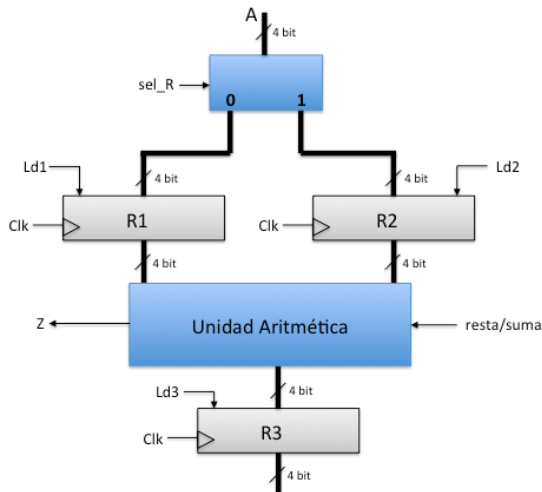

Figura 1
Ejercicio 2. Parcial 2016-17 (Proyecto Ejercicio2.circ) Se dispone de un sistema como el de la figura 1, implementado en el fichero Ejercicio2.circ. Dicho circuito tiene una entrada de datos (A) de 4 bits, por donde puede recibir un dato en cada ciclo de reloj. Ese dato puede ser almacenado en los registros R1 ó R2 según indique la entrada *sel_R*. Los datos de R1 y R2 pueden ser sumados o restados (señal *resta/suma*; 0->resta, 1->suma) a través de la unidad aritmética proporcionada. La unidad aritmética almacena el resultado en el registro R3 y genera una salida (Z) que indica si el resultado de la operación (suma o resta) ha sido 0 (Z=1).